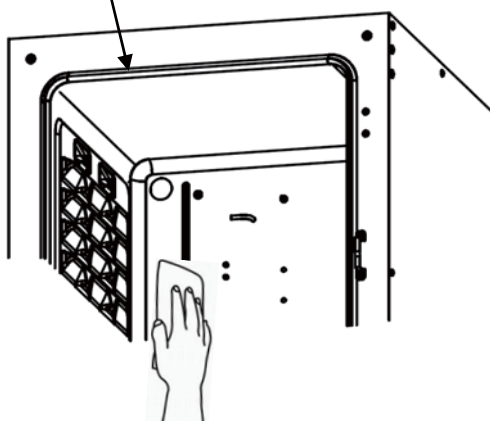

Abb. 1
2. Reinigen Sie das Innenraumzubehör, die Innenraumwände und die inneren Türdichtungen mit einem Tuch oder Schwamm, das/der mit einem auf 5 % oder weniger verdünnten neutralen Reinigungsmittel befeuchtet wurde (Abb. 1). (Bei Verwendung von unverdünntem Reinigungsmittel können die Kunststoffkomponenten Schaden nehmen. Einzelheiten zum Verdünnen finden Sie unter den Hinweisen zum Reinigungsmittel.)
2. Öffnen Sie die Außen- und Innentüren und ziehen Sie alle Einschübe heraus (Abb. 1).